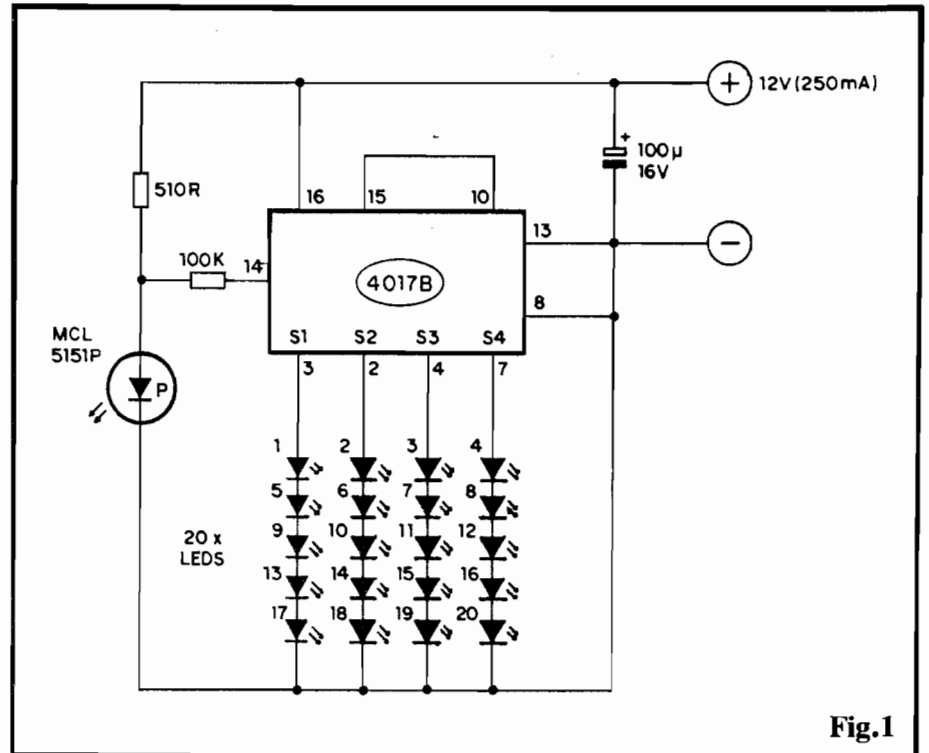

Fig.1
- FIG. 1 - DIAGRAMA ESQUEMÁTICO DO CIRCUITO